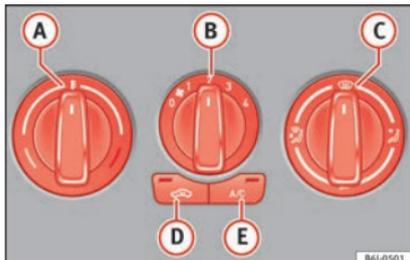

Fig. 154 Sur le tableau de bord : éléments de commande du climatiseur
- Les molettes **A**, **B** et **C** » fig. 154 servent à régler la température, la vitesse du ventilateur et la répartition de l'air.
- Désactivez le système de refroidissement avec la touche » fig. 154  (le témoin de la touche s'éteint).
Si la molette **C**  **» fig. 154** est en position de dégel, la trappe de recyclage sera toujours ouverte (témoin lumineux éteint).
- Appuyez sur la touche **D**  **» fig. 154**, le témoin de la touche s'allume, ce qui indique que le recyclage de l'air a été activé à l'intérieur de l'habitacle.